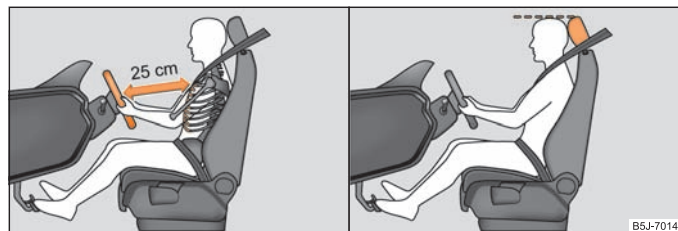

Fig. 108 Bonne distance du conducteur par rapport au volant / bon réglage de l'appui-tête du conducteur
- Ajustez le volant de façon que l'écart entre le volant et le buste soit de 25 cm au moins $\Rightarrow$ fig. 108 - à gauche.
- Réglez l'appui-tête de façon à ce que le bord supérieur de l'appui-tête se trouve au moins à la hauteur de la partie supérieure de votre tête ⇒ page 116, fig. 108 - à droite.
- Le conducteur doit être au minimum à 25 cm du volant ⇒ page 116, fig. 108. Les airbags ne peuvent pas vous protéger si vous en êtes plus près - danger mortel!
- Réglez l'appui-tête de façon à ce que le bord supérieur des appui-tête se trouve ⇒ page 116, fig. 108 au moins à la hauteur de la partie supérieure de la tête. ►